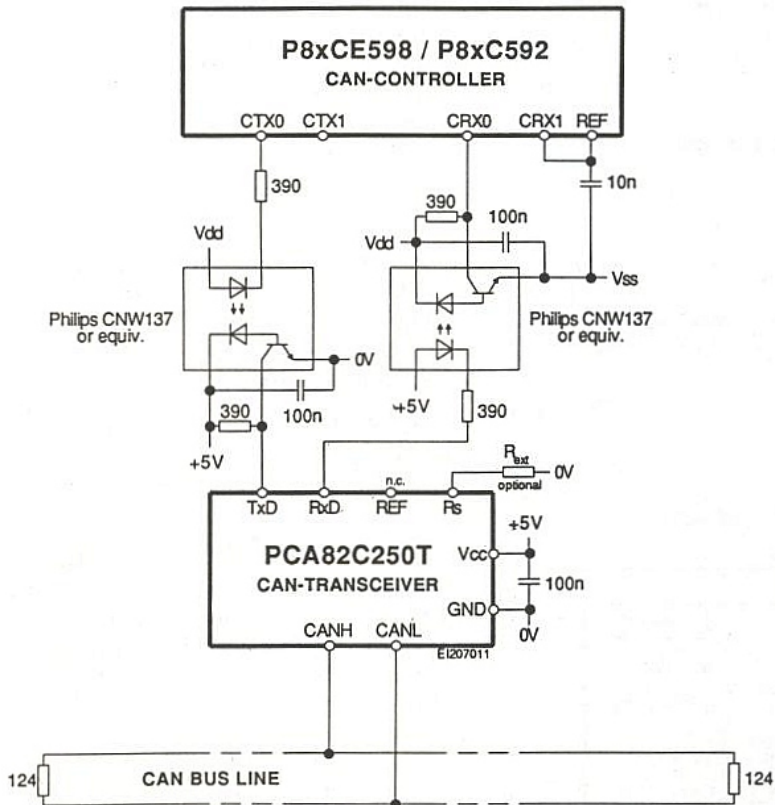

Figure 11
c) En version intégrée, isolée galvaniquement par opto-couplage. La figure 11 vous indique comment on peut extrapoler la version précédente en une version isolée galvaniquement à l'aide d'opto-coupleurs, toujours sur le même type de médium.